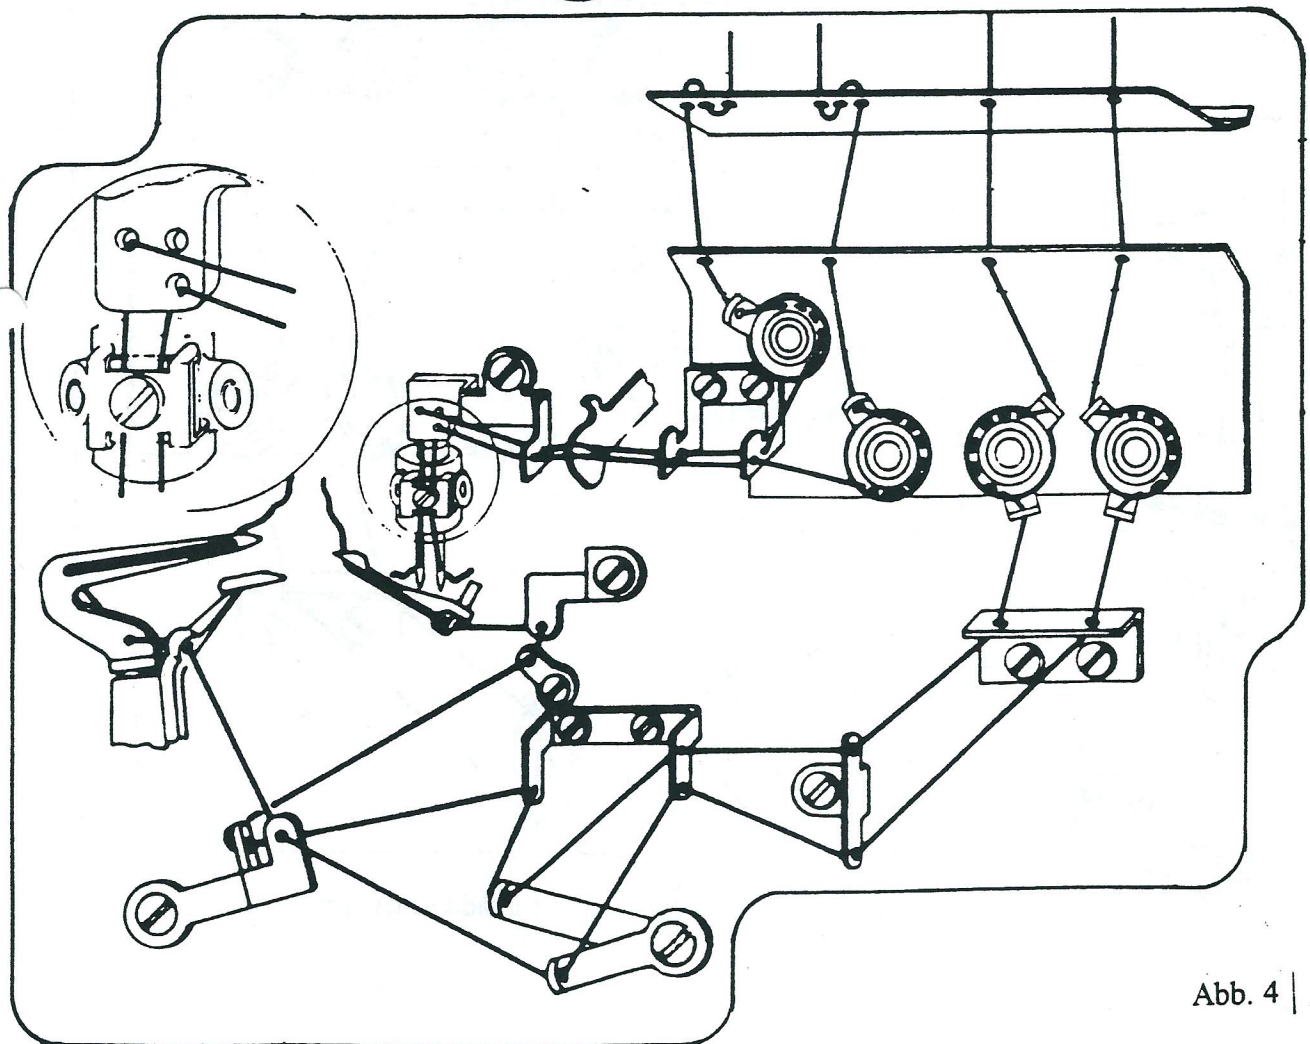

Abb. 4
- Der Untergreiferhalter ist axial so zu verschieben, daß beim Schlingenfang des Nadelfadens durch den Untergreifer die Greiferspitze in einem Abstand von $0,02-0,05$ mm zur Nadelhohlkehle steht. (Abb. 4 b)
Abb. 4 b